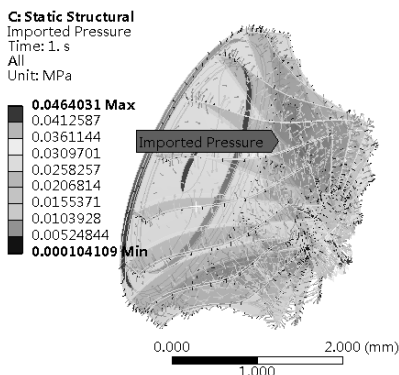

图 17-87 压力载荷分布
Step11 : 如图 17-87 所示为导入成功的流体压力载荷分布。